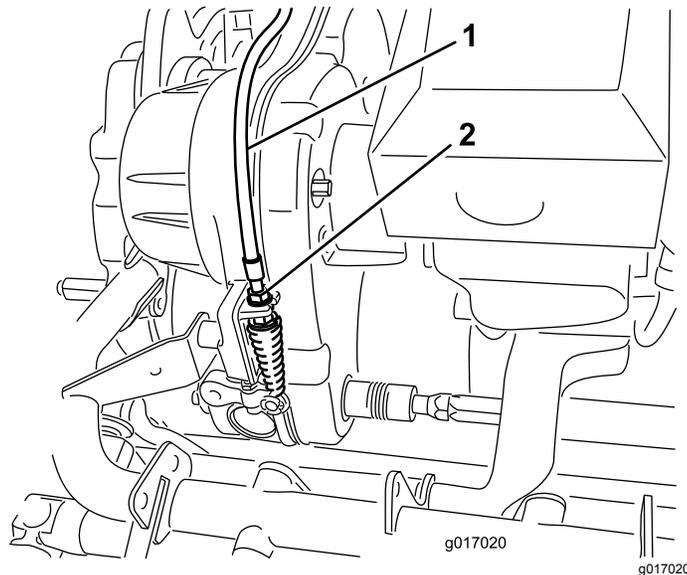

図 49
2. トランスミッションのバルクヘッド部で、リールコントロールのケーブル 図 49 を調整する Springs の長さが 70.672.4mm になるように調整する。